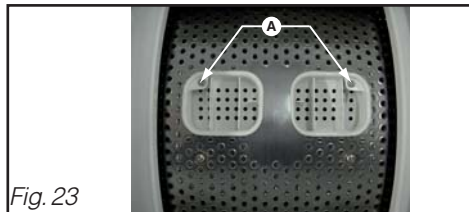

Fig. 23
- Prenez la précaution de mettre une serviette éponge pour amortir sa chute (Fig. 23).